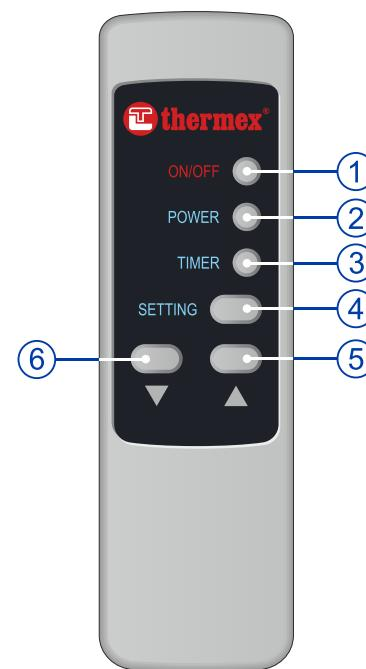

Рисунок 4. Пульт дистанционного управления моделей ID
7.2.6. Пульт дистанционного управления (Рис. 4)
Рисунок 4: 1 – кнопка “ON/OFF” Вкл./Выкл, 2 – кнопка “Power” / выбор мощности, 3 – кнопка “Timer” / режим таймера, 4 – кнопка “Setting”/ выбор, 5 – кнопка увеличение, 6 – кнопка уменьшение.
Кнопка “Power” (Рис. 4, п.2), на пульте управления позволяет менять режимы мощности между “Single Power” и “Doble Power”. Кнопка “Setting” (Рис. 4, п.4), соответствует клавиша “>“, панели управления, кнопка “Timer” соответствует клавише “<“, а кнопка “On/Off”(Рис.4, п.1) соответствует клавише “Θ“. С помощью кнопок “▲”(Рис. 4, п.5) и “▼”(Рис. 4, п.6) производится установка параметров.